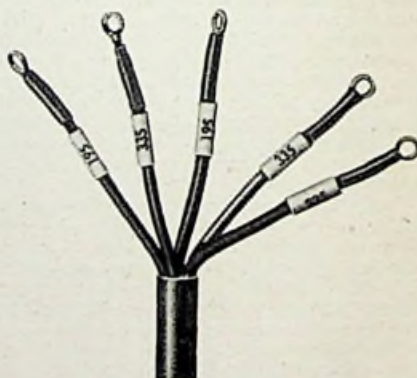

Bild 6. Kennzeichnen von Kabeladern und Kabelschuhen durch Tesadur-Bezeichnungsbänder
**Tesadur** ist vorwiegend für Bezeichnungszwecke in der Nachrichtentechnik gedacht, besteht aus Kunstleder auf Gewebebasis mit wasserabstoßender und wetterfester Imprägnierung. Es wird bei Bestellung größerer Mengen in gelber Farbe mit schwarz aufgedruckten Positionszahlen oder Bezeichnungen geliefert. Bild 6 gibt ein Beispiel für die Verwendung von Tesadur-Bezeichnungsbänder zur Kennzeichnung von Kabeladern.
Wir kommen nun zur Anfertigung des Gehäuses. Auch dieses wird vorteilhaft aus Messing hergestellt und matt vernickelt. Es ist etwas schwerer als eine Leichtmetallausführung. Den Kopf drehen wir nach Bild 6. — Vorder- und Hinterdeckel nach Bild 7 und 8 werden durch je drei
- 1 Kopf Bild 6